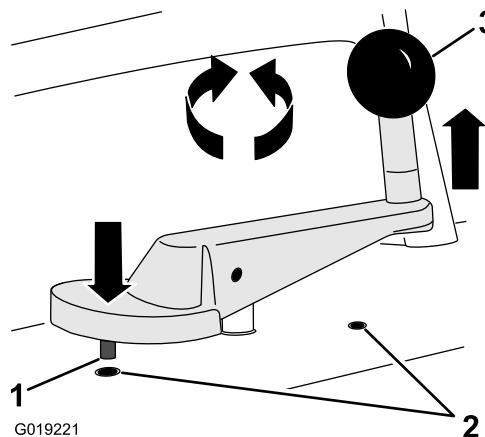

Figura 18
- B. Gire la manivela de elevación del disco (Figura 18) en sentido antihorario para bajar el disco hasta que toque la superficie de trabajo.
- C. Gire la manivela de elevación 1 vuelta en sentido horario para aumentar la elevación del disco (Figura 18). La máquina está en la **Elevación inicial**.
2. Gire el mando del indicador de profundidad del disco hasta que el puntero (blanco) esté alineado con la marca "-0" del indicador (Figura 18).
1. Eleve o baje el disco de corte girando la manivela de elevación hasta que obtenga la elevación de disco deseada (Figura 18).
2. Si es necesario, gire la manivela de elevación para alinear la clavija de posicionamiento situado en la base de la manivela con uno de los taladros del panel del operador (Figura 18).
3. Tire hacia arriba de manivela de elevación para enganchar la clavija de posicionamiento en el taladro (Figura 18).